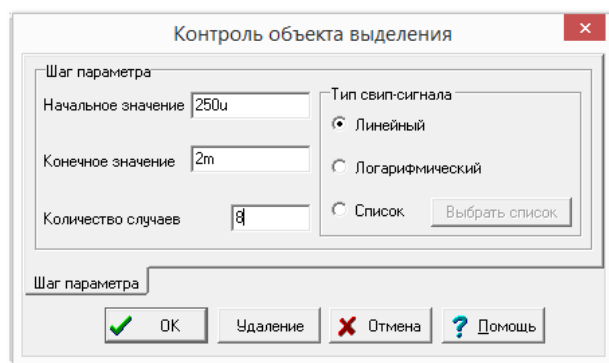
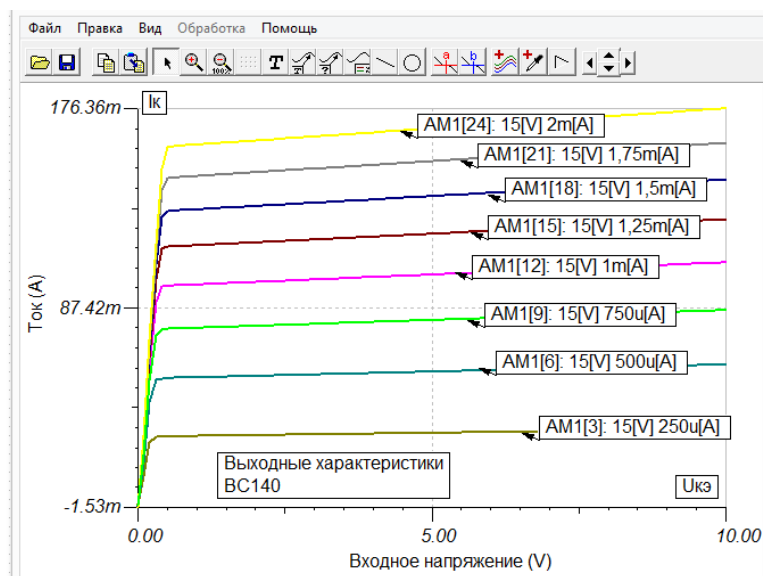

Рисунок 4.13 – Окно настройки многовариантного задания
Рисунок 4.14 – Выходные вольт-амперные характеристики транзистора
7. Для снятия выходной характеристики при различных значениях тока базы нужно сделать источник тока $IS1$ управляемым объектом, используя команду *Выбор объекта управления*. Задать начальное значение тока 250 мкА, конечное значение 2 мА, число вариантов 8 (рисунок 4.13). В строке меню выберите *Анализ – Анализ постоянного тока – Переходные характеристики постоянного тока*, изменяя $VS2$ от 0 до 10 В и зафиксируйте полученные характеристики (рисунок 4.14).